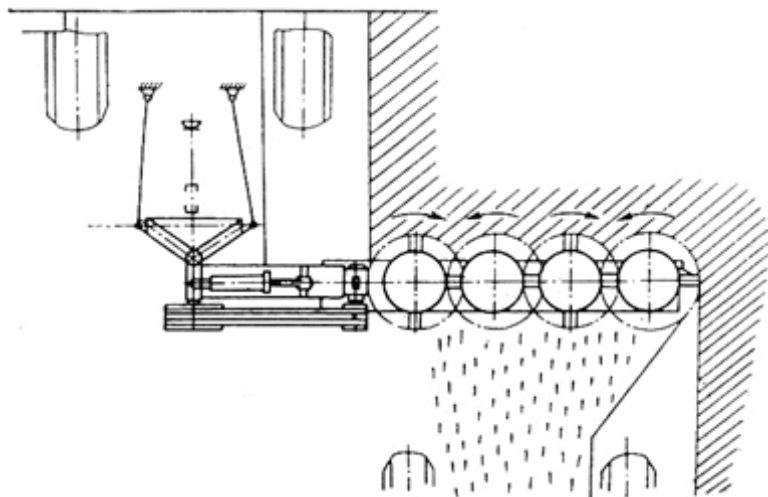
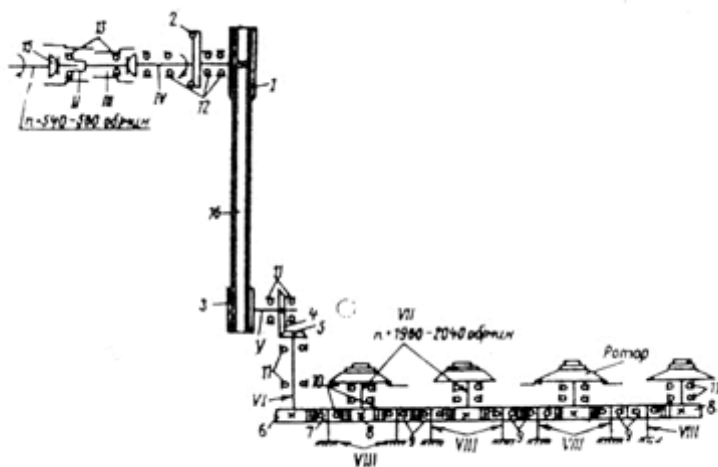
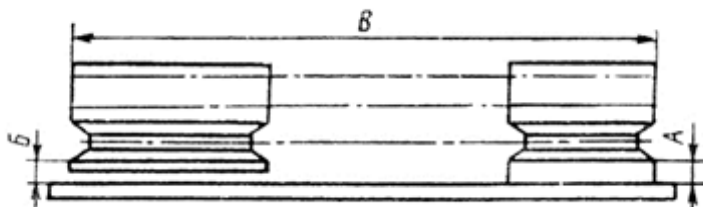

Рис.3 Схема технологическая
Рис.4 Схема кинематическая и схема расположения подшипников
Рис.7. регулирование положения ведущего шкива
3.2. Технологическая схема представлена на рис.3, кинематическая схема и схема расположения подшипников – на рис.4.
Натяжение клиновых ремней осуществляется с помощью натяжника 1 (рис.14) гайками 3 затяните пружину 2 до соприкосновения витков. Вторичное подтягивание гаек производите тогда, когда зазор между витками пружин увеличится до 3 мм Ведущий и ведомый шкивы должны находиться в одной плоскости. Это достигается путем установки регулировочных шайб1 (рис.3) между корпусом 7 и стойками кронштейна. При этом разница размеров А и Б (рис.7) не должна превышать 3 мм. При регулировании пользоваться ровной линейкой (кругом, шестигранником, уголком и т.д.), прикладывая ее к торцу ведомого шкива.